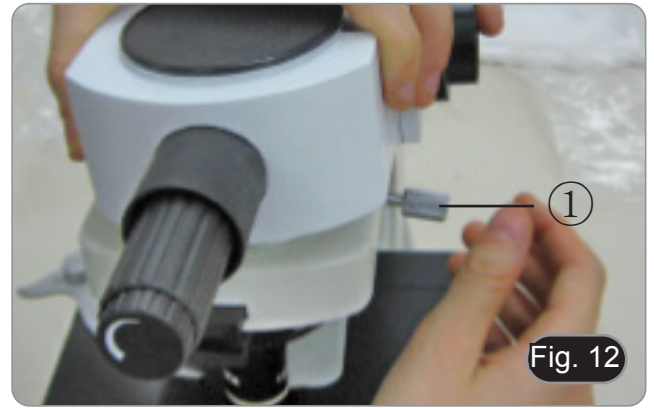

Fig. 12
1. Platzieren Sie den Splitteraufsatz des Multidiskussionssystems und ziehen Sie die Sicherungsschraube ① auf der rechten Seite des Rahmens an. (Fig. 12)